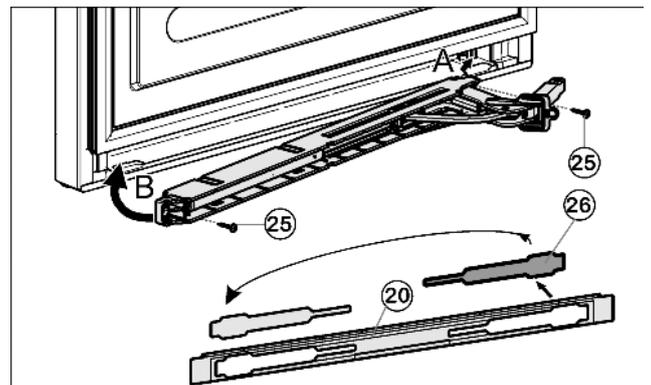

Fig. 13
- ▶ Staccare la copertura Fig. 13 (26) dal pannello Fig. 13 (20) e inserirlo di nuovo sull'altro lato.
- ▶ Agganciare l'unità dell'ammortizzatore di chiusura con lo snodo rivolto verso il lato cerniera (A) e orientare verso l'interno (B).
- ▶ Avvitare l'unità dell'ammortizzatore di chiusura (2 x Torx® 15) Fig. 13 (25).